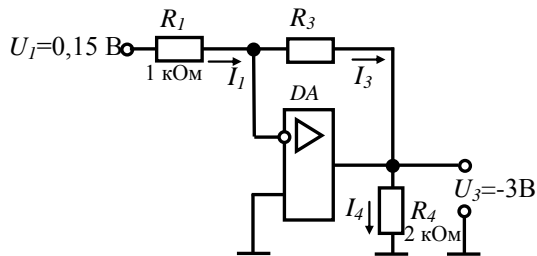

Рис. 7.3 - Розрахункова схема інвертуючого підсилювача на ОП
Для розрахунку параметрів схеми інвертуючого ОП використовують такі основні формули (рис. 7.3):
З аналізу вихідних даних видно, що маємо справу з інвертуючим підсилювачем, розрахункова схема якого наведена на рис. 7.3.
- вірність позначених на рис. 7.3 напрямків протікання струмів;
напрямок його протікання на рис. 7.3 вказано вірно.